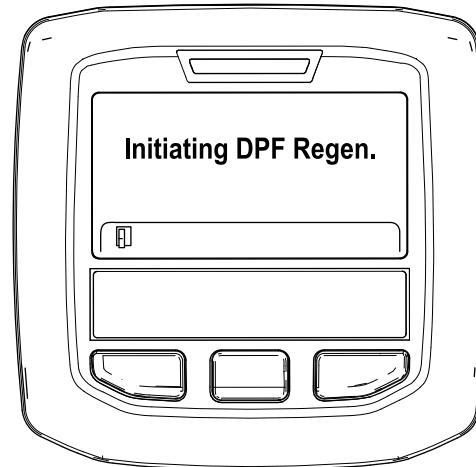

Figura 46
- A. Surge a mensagem “Initiating DPF Regen. (A iniciar Regen. DPF.) (Figura 46).